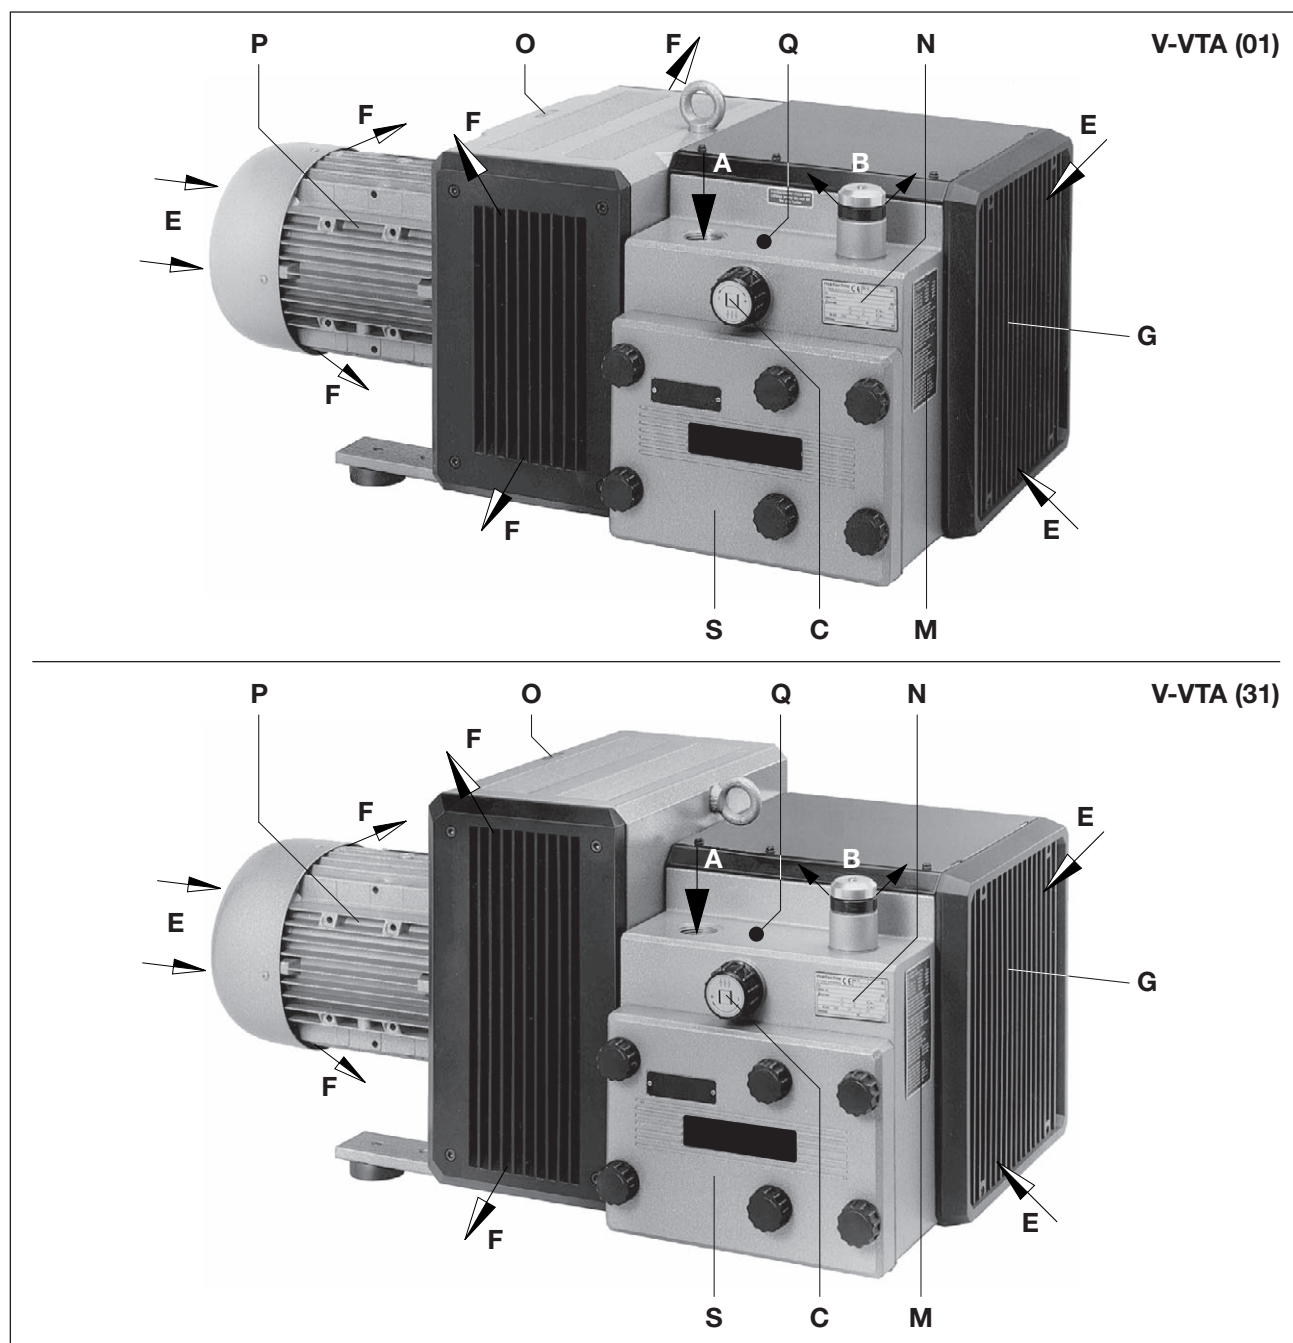

Abb. 2 Vakuumpumpe V-VTA
Ein Vakuum-Reguliertventil (Abb. 2/C) erlaubt die Einstellung von Vakuum auf gewünschte, jedoch nach oben begrenzte Werte.
Filtergehäuse (Abb. 2/S) soll leicht zugänglich sein.
Die Kühlluft-Eintritte (Abb. 2/E) und die Kühlluft-Austritte (Abb. 2/F) müssen mindestens 30 cm Abstand zu benachbarten Wänden haben. Austretende Kühlluft darf nicht wieder angesaugt werden. Für Wartungsarbeiten ist vor dem Filtergehäuse (Abb. 2/S) und Ansauggitters (Abb. 2/G) min. 40 cm Abstand vorzusehen.
- a) Vakuumanschluss bei (Abb. 2/A).
Die Einstellung des Vakuums kann durch Drehen des Regulierknopfes (Abb. 2/C) entsprechend dem auf dem Drehknopf angebrachten Symbolschild erfolgen.
- a) Die elektrischen Motordaten sind auf dem Datenschild (Abb. 2/N) bzw. dem Motordatenschild angegeben. Die Motoren entsprechen DIN EN 60034 und sind in Schutzart IP 55 und Isolationsklasse F ausgeführt. Das entsprechende Anschlusschema befindet sich im Klemmenkasten des Motors (entfällt bei Ausführung mit Stecker-Anschluss). Die Motordaten sind mit den Daten des vorhandenen Stromnetzes zu vergleichen (Stromart, Spannung, Netzfrequenz, zulässige Stromstärke).
Im betriebswarmen Zustand können die Oberflächentemperaturen an den Bauteilen (Abb. 2/Q) über 70°C ansteigen.
Die Trockenbeutel im Filtergehäuse (Abb. 2/S) müssen vor der ersten Inbetriebnahme entfernt werden.
- ▷ Die vorgesehene Drehrichtung der Antriebswelle ist durch den Drehrichtungspfeil (Abb. 2/O) auf dem Motorflansch gekennzeichnet.